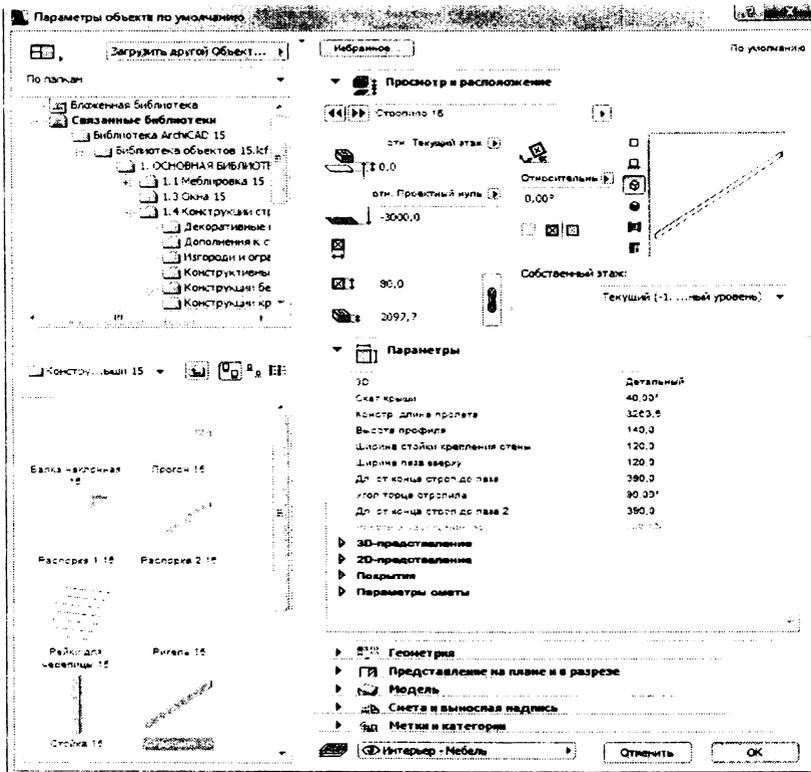
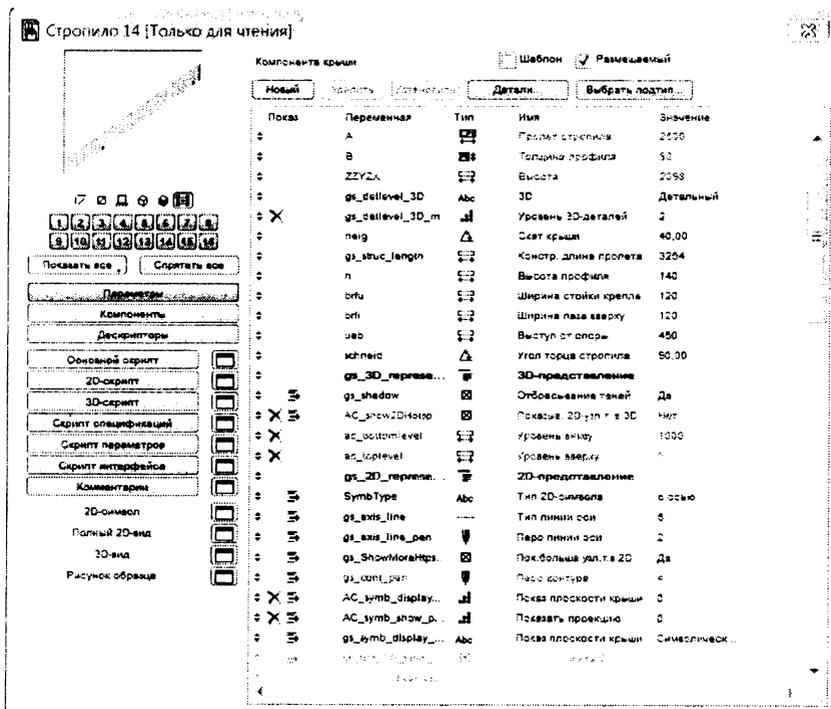

Рисунок 18
Рисунок 19
2. Выберите стропильную ногу. Откройте редактор библиотечного элемента командами **Файл > Библиотеки и объекты > Открыть объект**. Раскроется окно редактирования (рис. 19).
3. Сравните имена (**Имя**) и значение (**Значение**) переменных (**Переменная**), представленных на основной части окна редактирования (рис. 19) с перечнем параметров на рис. 18. Вы заметите, что все параметры элемента изначально описаны скриптом и им даже присвоены значения по умолчанию. Для выполнения поставленной задачи вам понадобятся переменные: